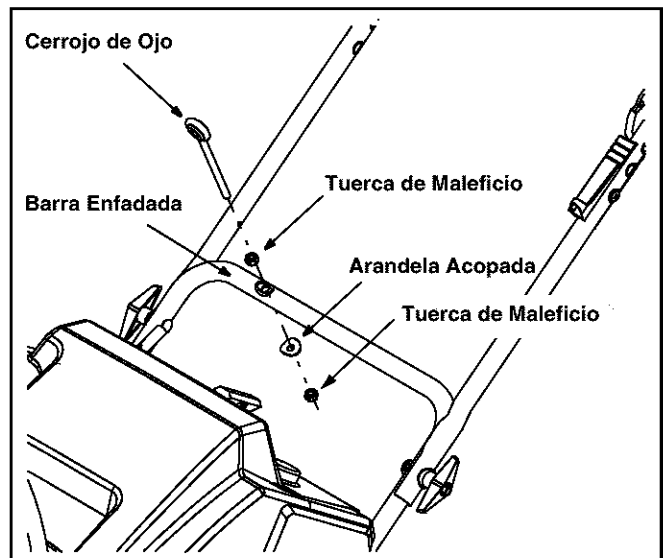

Figura 4
- Encarte el cerrojo de ojo en el agujero encontrado en la barra enfadada de la manija inferior . Ver Figura 4.
- Sujetar el cerrojo de ojo a el barra enfadada con el arandela acopada ( Lado ahuecado ENCIMA de) y otra tuerca de maleficio como ilustrado en Figura 4. No apriétese en este tiempo.